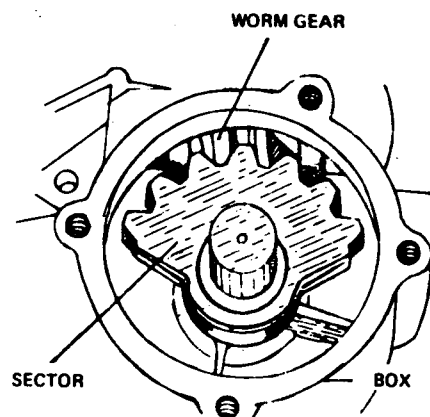

Fig. 1
b) Install the gears (Fig. 1).